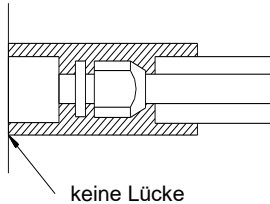

Abb. 19
- b. Die Anschlüsse an der Inneneinheit sollten mit Wärmeisolierung isoliert werden. Zwischen der Wärmeisolierung und dem Gerät soll sich keine Lücke befinden (siehe Abb. 19).